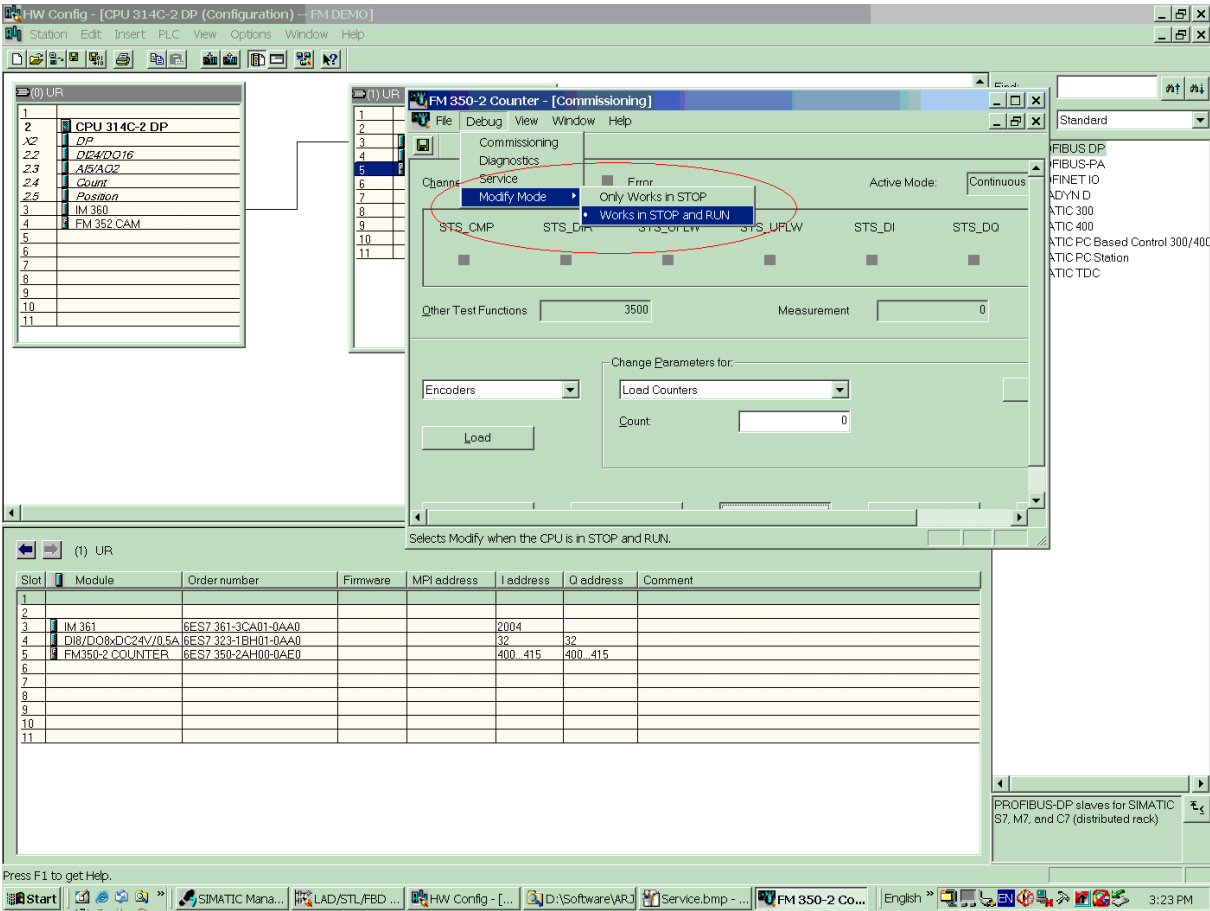

图 10
- 在 FM350-2 模板的“Assigning Parameters”界面中，打开 Debug>Modify Mode，可以改变模板调试状态与 CPU 状态的关系。如图 10 所示。